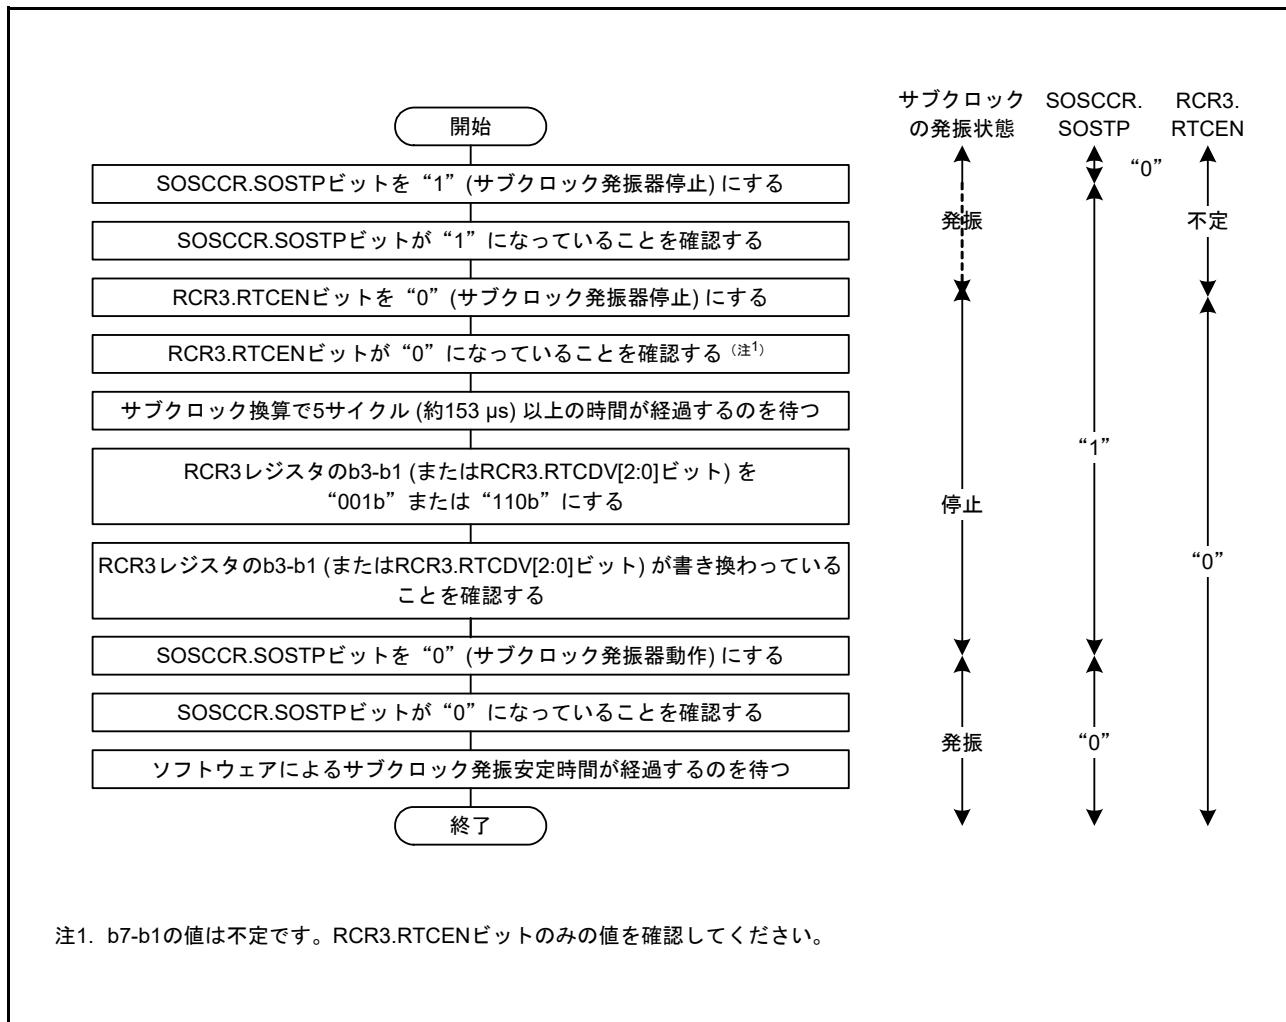

図9.12 サブクロックをシステムクロックのみに使用する場合の初期化フローチャート例
- サブクロックをシステムクロックのみに使用する場合は、図9.12のフローチャートの例に従って初期設定してください。